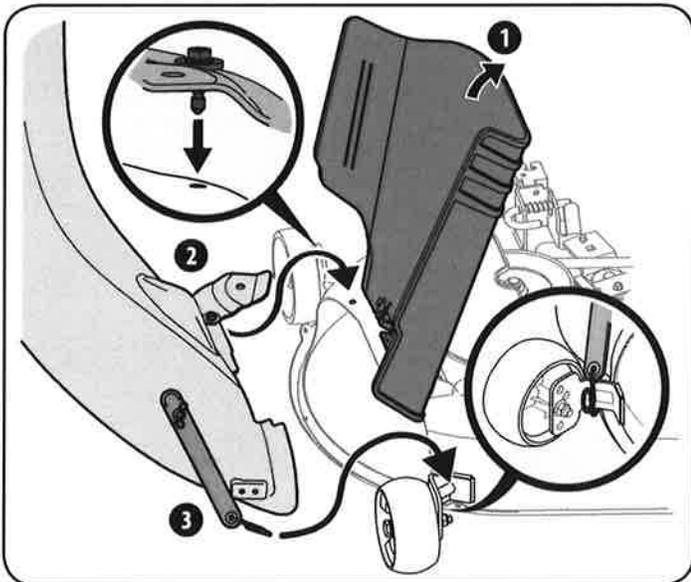

Figura 50
2. Instale el pasador de montaje de cubierta (711-05049) hacia el codo chute usando dos arandelas planas (936-0176) de hardware paquete 689-00318A y asegure con una tuerca de seguridad con brida (912-3027), como se ve en la Figura 50.
3. Con el canal de descarga del tractor levantado y la sostuvo abierta (1 de la Figura 50), instale el codo chute sobre la abertura del canal colocando el pasador en el agujero previsto montar la cubierta (2), a continuación, asegurar el codo a la cubierta enganchando el gancho de resorte de torsión de la correa de retención sobre el soporte de montaje de la rueda cubierta de una muestra en (3) de la Figura 50.